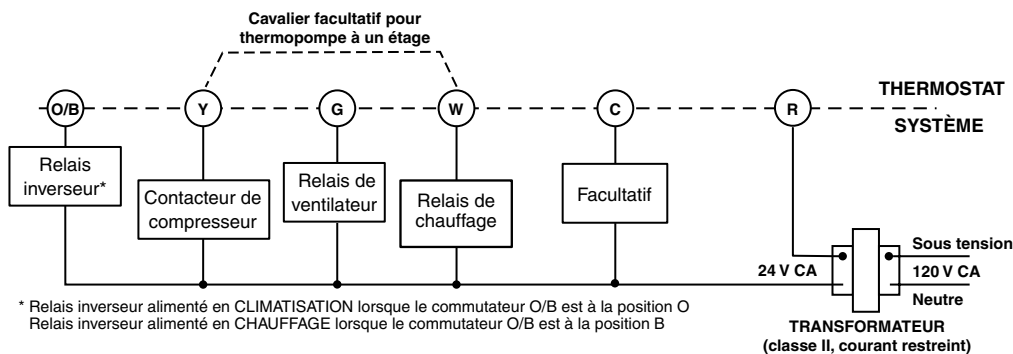

Figure 2. Schéma de câblage typique, installation à un étage avec transformateur unique
6. Raccorder les fils sur les bornes du socle en se fiant au schéma de câblage qui convient (figures 2 à 4).